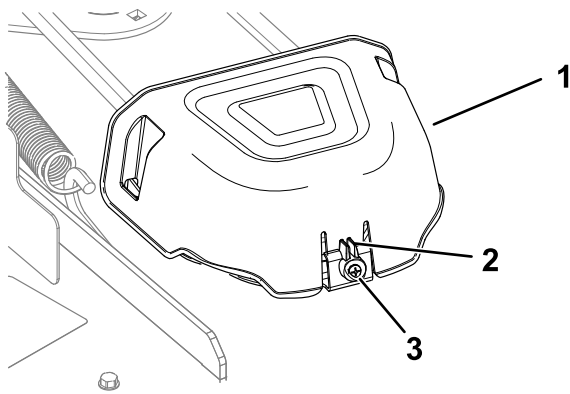

Figure 55
5. Desserrez la vis et appuyez sur la languette du couvercle pour déposer le couvercle des poulies (**Figure 55**).